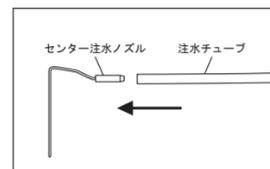

図9
- センター注水ノズルに注水チューブを奥までしっかり挿し込みます。（図9）